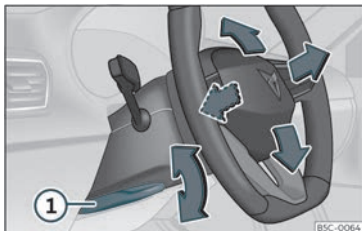

Fig. 4 Panca na parte inferior do lado esquerdo da columna de dirección.
- Puxe da panca»» **fig. 4** ① abaixo, mova o volante á posición desexada e suba a panca de novo ata o punto de peche.
- Despois de axustar a columna de dirección, empurre firmemente a panca»» **fig. 4** ① cara arriba para que o volante non mude